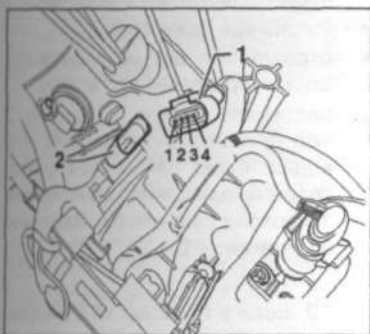

Рис. 3.33. Отсоедините разъем проводки 1 от датчика давления во впускном коллекторе с датчиком температуры входящего воздуха 2.
1. Отсоедините разъем проводки 1 от датчика давления во впускном коллекторе с датчиком температуры входящего воздуха 2 (рис. 3.33).